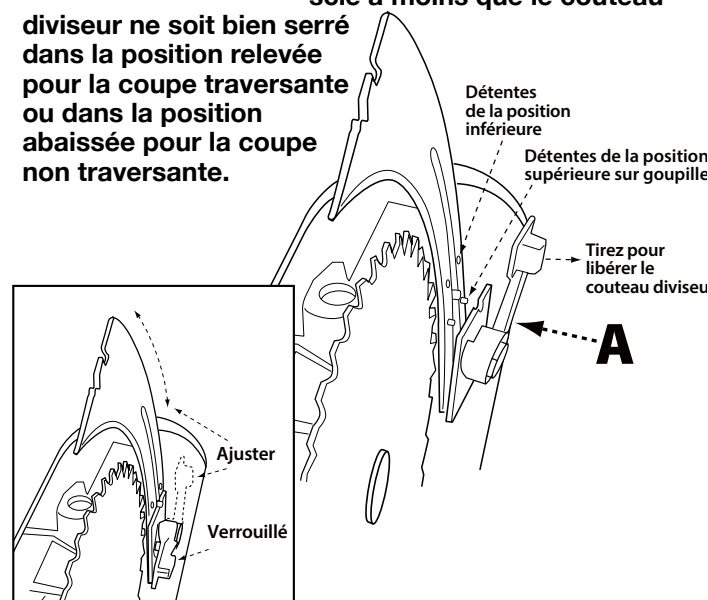

FIGURE 23
3. Tirez le levier de dégagement du couteau diviseur (A) vers le haut pour libérer le couteau diviseur du mécanisme de serrage. Voir Figure 23.
minutes. Puis appuyez sur le bouton de réinitialisation rouge (B) sur le moteur sous la scie, montré à la Figure 23, et redémarrez la scie.